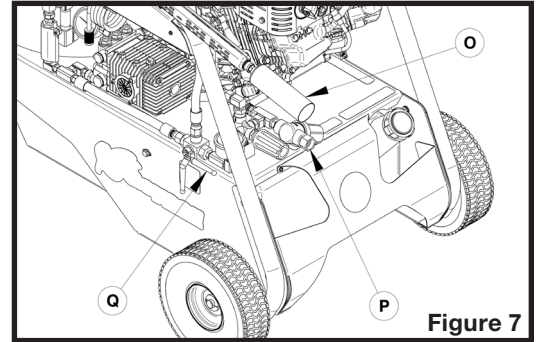

Figure 7
7. Installer la poignée (J sur la figure 7) à l'aide des boulons 5/16" NC x 2 1/4", des rondelles plates 5/16" et des écrous autofreinés 5/16" en nylon (K, L et M sur la figure 7).
2. Enlever la buse de nettoyage ou l'outil de désherbage au bout de la lance (O sur la figure 7).
3. Brancher un boyau d'alimentation d'eau à l'entrée de l'appareil (P sur la figure 7) et ouvrir la valve de ce boyau. Le débit disponible au boyau doit être d'au moins 4 gallons par minute (15 l/min).
4. Tourner la valve de sélection de mode (Q sur la figure 7) sur le côté de l'appareil, à la position « Nettoyeur ».